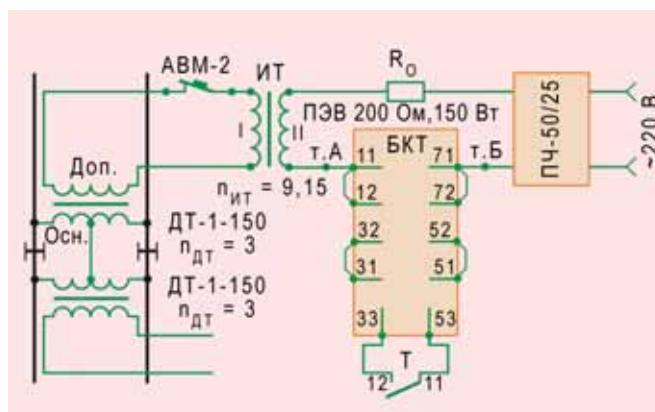

РИС. 1
■ Схема включения БКТ для кодирования рельсовой цепи при электрической тяге на переменном токе приведена на рис. 1.